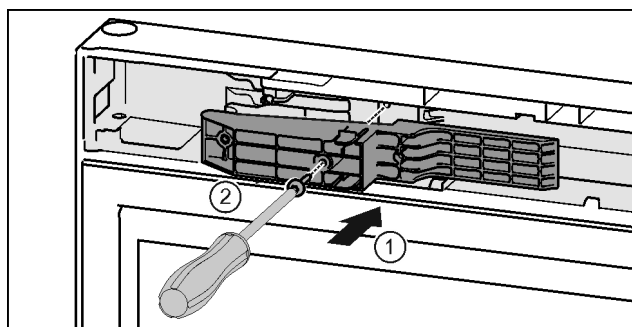

Fig. 48 *
- ▶ Inserire l'adattatore sul lato maniglia nell'incavo. Fig. 48 (1)*
- ▶ Serrare le viti con il cacciavite T15. Fig. 48 (2)*